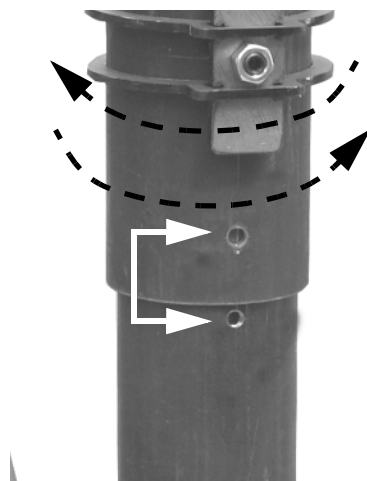
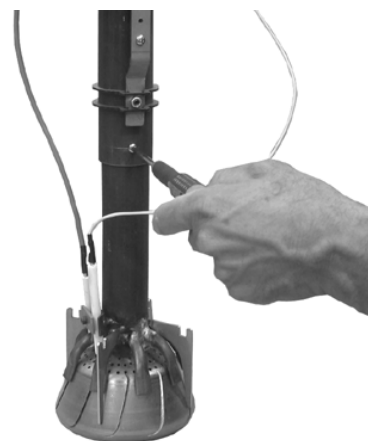

Fig. 12
Fig. 13
- 2 Abbassare la parte terminale della testa di combustione, muovendola con leggera rotazione alternata, fino a che i fori indicati coincidono (Fig. 12) e fissare la vite indicata in Fig. 13.